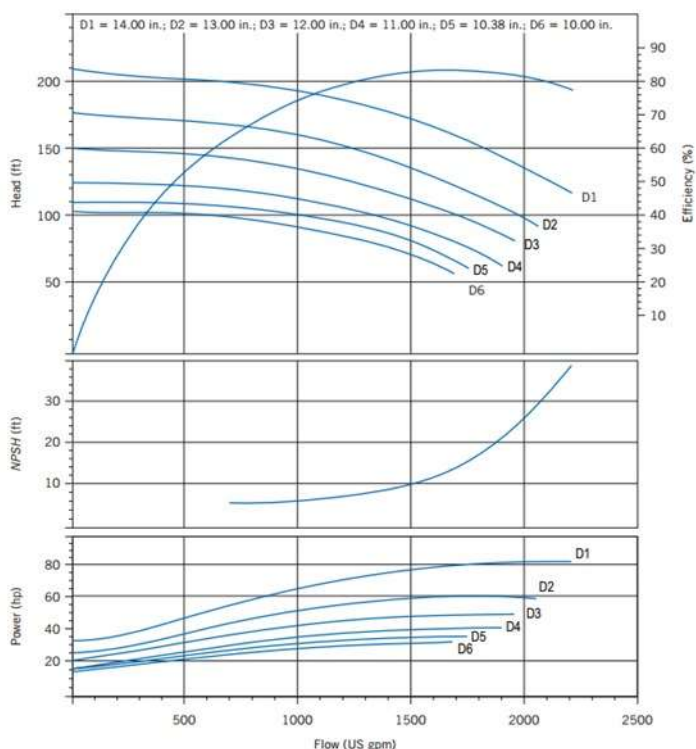

Figura 1. Curvas de desempenho para bomba centrífuga.
**Grupo 04** – Escreva um código computacional que resolva o problema a seguir. Propõe-se utilizar uma bomba de 13 in e outra de 11 in (ver Figura 1), em paralelo para fornecer água a 318,15 K. A curva da  $H_{\text{sistema}}$  pode ser determinada a partir dos parâmetros de vazão e carga do sistema, apresentados na Tabela 1. Utilizando o método analítico, determine: